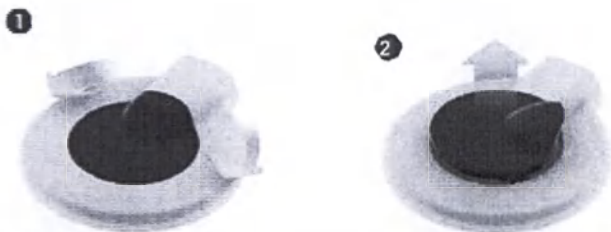

Рис. 21 Извлечение магнита передатчика типа D
1. Чтобы извлечь магнит, поверните его влево или вправо, пока он не отсоединится, затем снимите его (рис. 21).